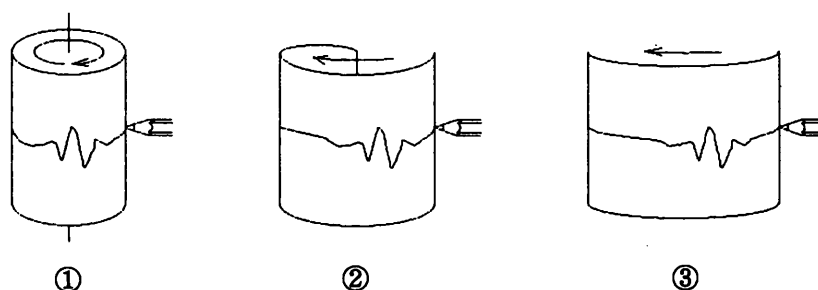

図4-30 ロール動作
本器のロール・モードは図4-30①の記録紙がメモリに相当します。①図のようなペンレコーダの場合、記録紙が1周すると2周目からは前の記録の上に新たなデータを重ね書きしていきますが、本器のロール・モードではメモリにすべて書き込まれると、新たなデータが書き込まれるごとに一番古いデータを消去していきます。そしてメモリから読み出したデータを編集しながら最新のデータが管面の右端に、一番古いデータが左端に表示されるようにしています。